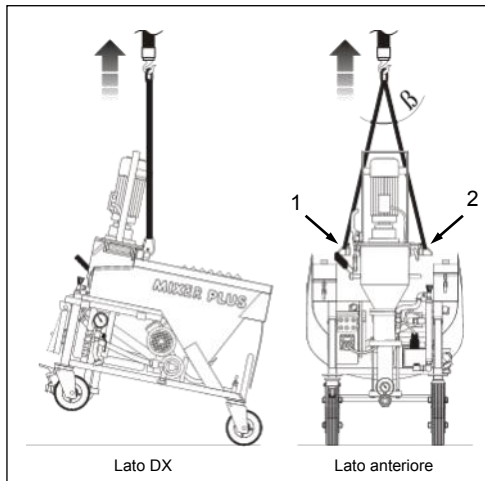

FIG.12 (Sollevamento della macchina)
- 3) Effettuare l'attacco di corde, catene, funi e/o brache ganci e/o moschettoni nei due punti di aggancio laterali previsti dal fabbricante (FIG.12-Rif.1/2) e contrassegnati da una opportuna segnaletica (par.6.3);